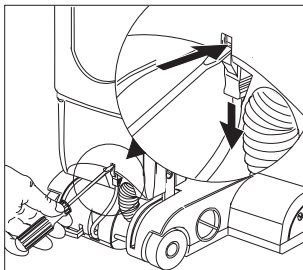

图 14
- 断开连接线，用尖头物体（如螺丝起）按入插头使其松开。〈图 14〉